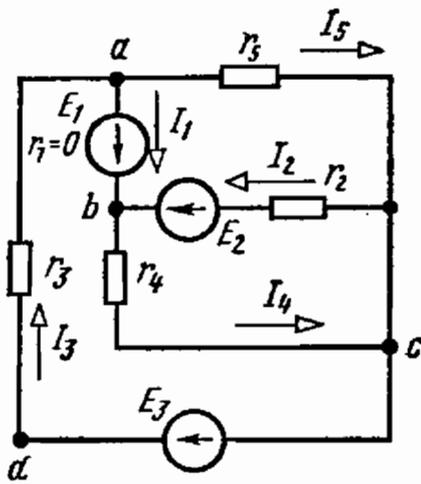
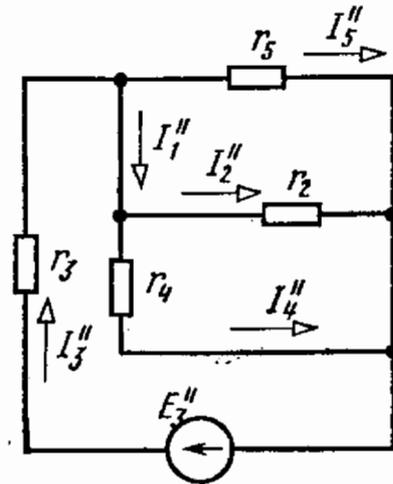

Рис. 1.49
Рис. 1.50
1.49. Пользуясь законами Кирхгофа или методом контурных токов, определить токи в ветвях цепи, схема которой показана на рис. 1.49, если $E_1 = 24 \text{ В}$, $E_2 = 96 \text{ В}$, $E_3 = 48 \text{ В}$, $r_2 = 16 \text{ Ом}$, $r_3 = 8 \text{ Ом}$, $r_4 = 16 \text{ Ом}$, $r_5 = 8 \text{ Ом}$.
1.50. Как изменятся токи в цепи схемы рис. 1.49, если э. д. с. E_3 будет увеличена вдвое, т. е. станет равной $E'_3 = 96 \text{ В}$?
определить токи в ветвях схемы рис. 1.50 от источника э. д. с. $E_3'' = E_3' - E_3 = 48$ В, имеющей то же направление, что и э. д. с. E_3 в схеме рис. 1.50, и наложить токи этой схемы на токи соответствующих ветвей схемы рис. 1.49.
Определим эквивалентное сопротивление схемы рис. 1.49: